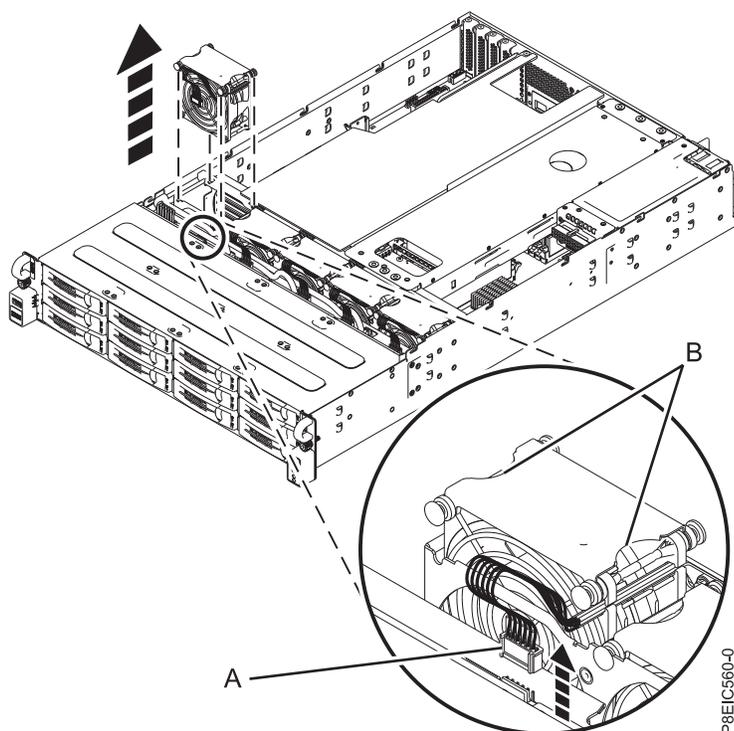

Abbildung 37. Lüfterkabel abziehen und Lüfter ausbauen
2. Um das Lüfterkabel abzuziehen, ziehen Sie den Anschluss **(A)** vorsichtig von der Rückwandplatine des Plattenlaufwerks hoch (siehe Abb. 37). Ziehen Sie nicht an den Drähten.
3. Nehmen Sie den Lüfter **(B)** und heben Sie ihn aus dem System (siehe Abb. 37).